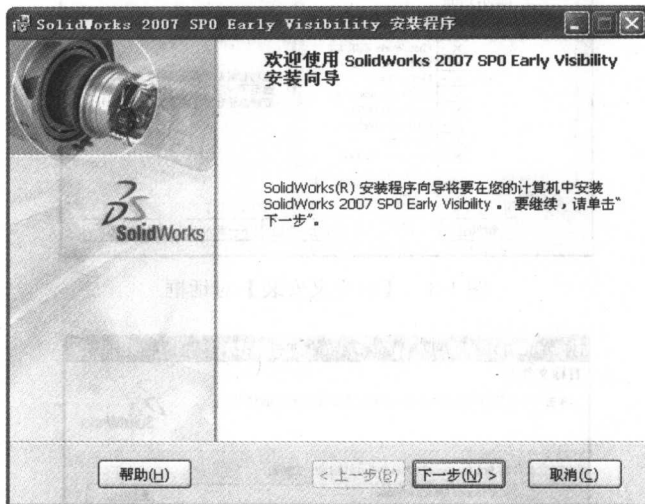

图 1-1 SolidWorks 2007 安装欢迎界面
(1) 将 SolidWorks 2007 的安装光盘放入光驱中, 接着安装程序自动运行并进入安装欢迎界面, 如图 1-1 所示。如果安装程序没有自动运行, 可以直接双击 SolidWorks 2007 安装光盘中的 SwSetup.exe 文件。